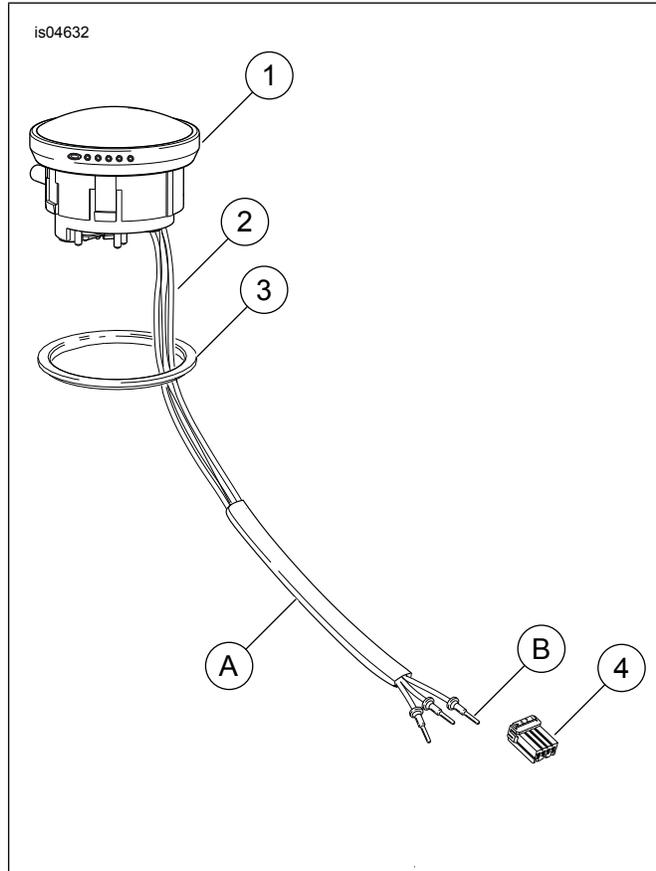

Abbildung 2. Ersatzteile: LED-Kraftstoffstandanzeigen-Satz
Siehe Abbildung 2 und Tabelle 1.
2. Siehe Abbildung 2. Auf den Pin des Steckverbinders an der Buchsenkontaktseite drücken, und Pin- und Buchsenhälften auseinanderziehen.
1. Siehe Abbildung 2. Die neue Dichtung (3) an der LED-Kraftstoffstandanzeige (1) aus dem Satz befestigen. Die Dichtung so einbauen, dass die flache Seite die Kante der Anzeige berührt.